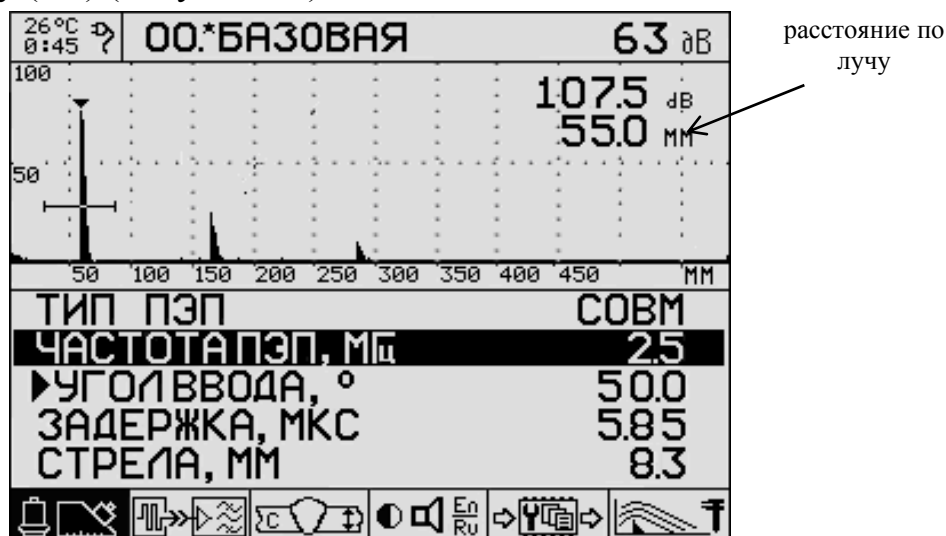

Рисунок 5.5
5.3.4 Нажмите  **MENU** для входа в режим настройки. В верхнем правом углу будут отображаться (сверху вниз) значения усиления (дБ), амплитуда импульса (дБ) и путь по лучу (мм) (Рисунок 5.5).
5.3.13 Нажмите  **MENU** для входа в режим настройки. В верхнем правом углу будут отображаться (сверху вниз) значения усиления (дБ), амплитуды импульса (дБ) и пути по лучу (мм) (Рисунок 5.5).